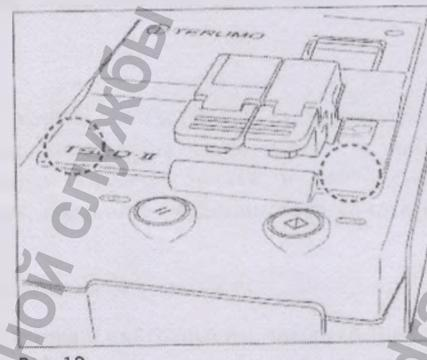

Рис. 19
- Не подносите оборудование, чувствительное к сильному магнитному полю, близко к частям TSCD -II, на которых установлены магниты (См. рисунок 19).